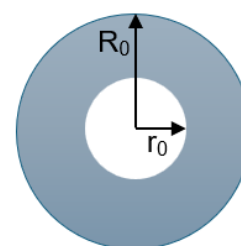

Figura 2
1. Placa metalică din figura 2 este realizată dintr-un metal cu coeficientul de dilatare termică  $\alpha$ . Placa are în mijlocul ei o gaură sub formă de cerc. La temperatura  $t_0$ , raza cercului exterior este  $R_0$ , iar raza cercului interior este  $r_0$ . Placa este încălzită la temperatura  $t$ .